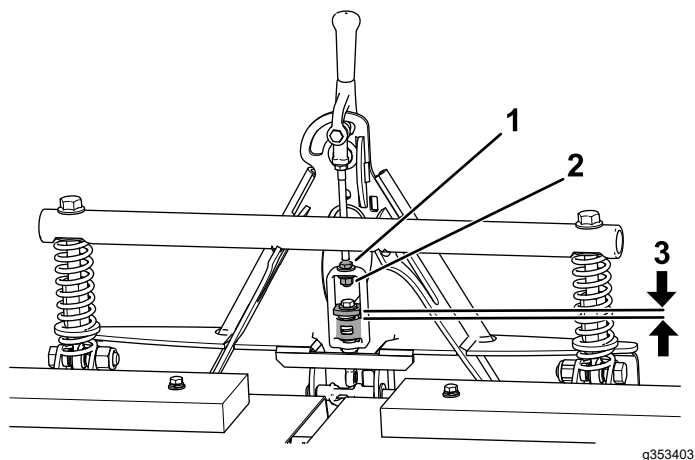

Figura 4
2. Mida el espacio entre la arandela superior y el espaciador del conjunto de enganche del adaptador de accesorios, según se muestra en Figura 4.